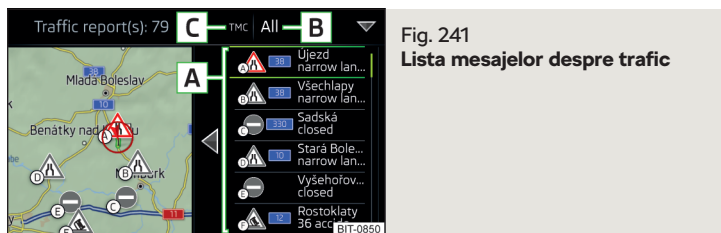

Fig. 241
În lista mesajelor despre trafic, precum și pe hartă se afișează maxim 6 mesaje, care sunt prevăzute cu o literă și cu simbolul unui blocaj în trafic (de exemplu **▲**, **▲**, **●**) **A** » fig. 241.
În poziția **C** » fig. 241 pot fi inserate următoarele simboluri.
- **Are loc o ghidare în traseu** - după atingerea suprafeței de comandă funcții **B** » fig. 241, în meniul afișat se pot alege, prin atingerea suprafeței de comandă funcții **Toate zonele**, toate mesajele din trafic, **sau** prin atingerea suprafeței de comandă funcții **Traseu**, numai mesajele din trafic disponibile pentru respectiva rută.